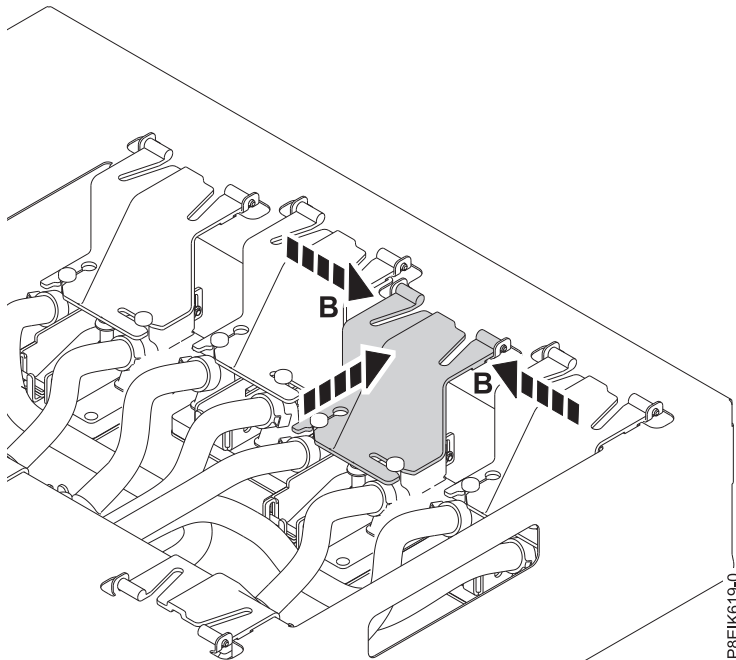

Figure 31. Remise en place de la pince sur le support
- d. Pincez la pince au niveau de son axe (B) et remettez-la en place sur le support (voir figure 31, à la page 26).